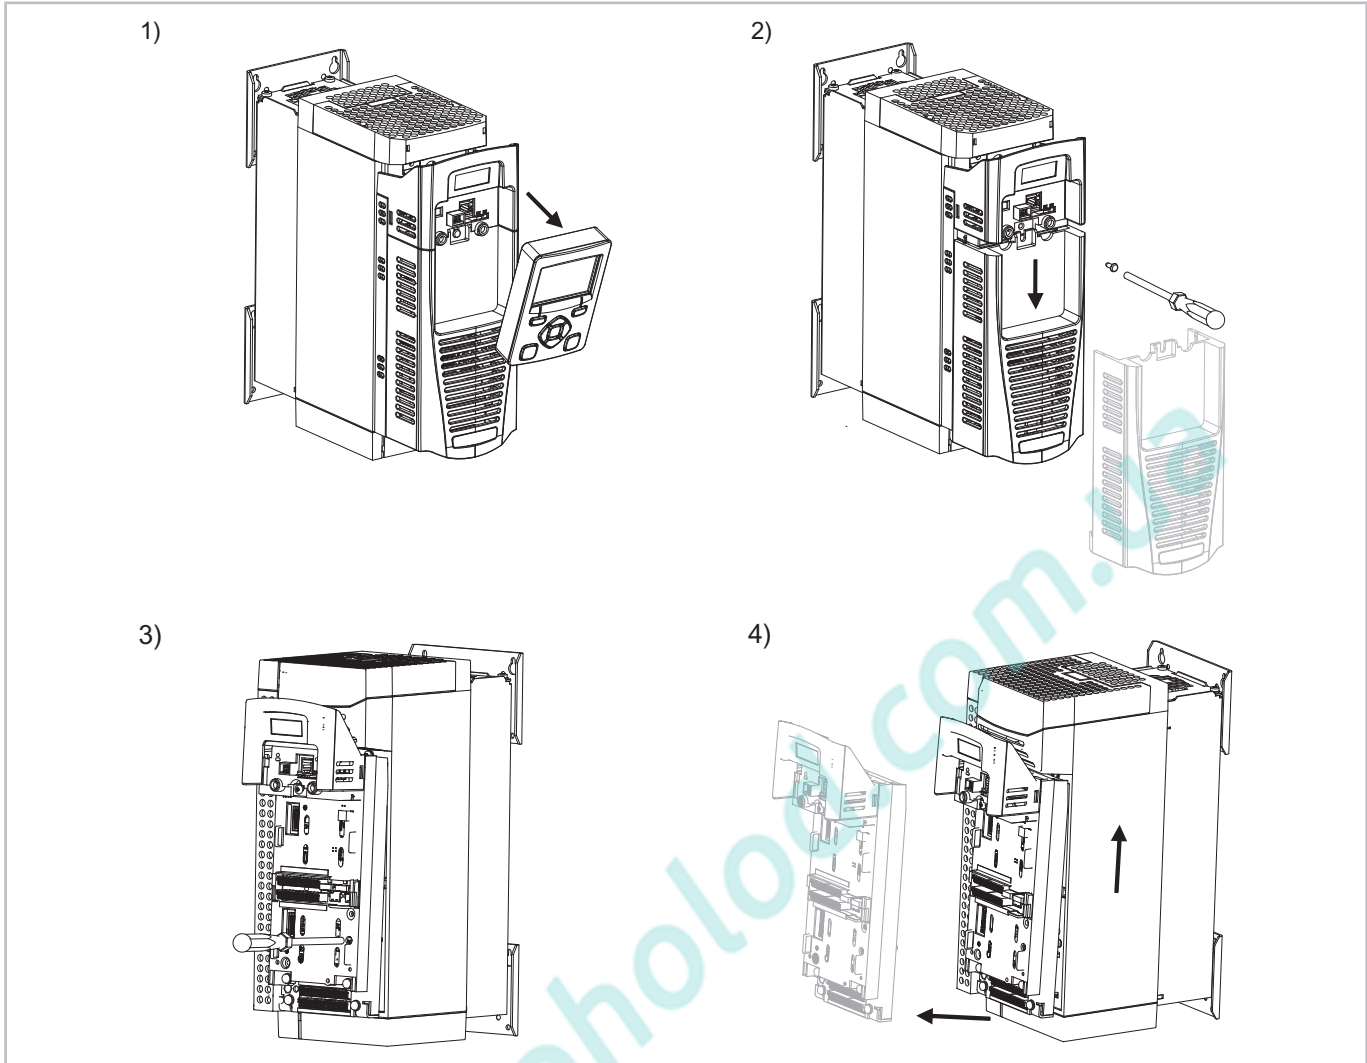
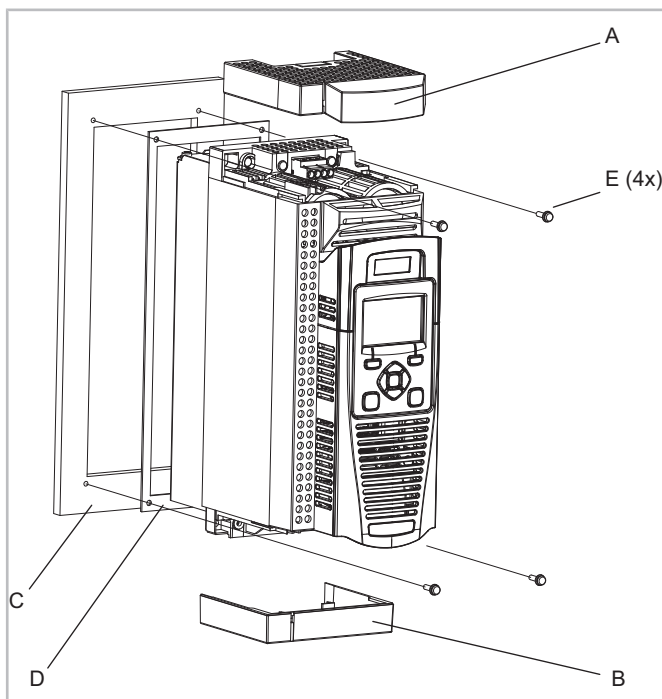

Abb. 7: Steuermodule abmontieren
Abb. 8: Detailansicht Durchsteckmontage (am Beispiel FDU)
Grafische Erklärungen siehe Abbildung 7, Seite 12 und siehe Abbildung 8, Seite 13.
Damit die obere Gehäuseabdeckung nach vorne geschoben und abmontiert werden kann, muss bei diesen Typen das Steuermodul ausgebaut werden (siehe Abbildung 7, Seite 12).
Steuermodul ausbauen (siehe Abbildung 7, Seite 12):
Bei diesen Typen muss das Steuermodul nicht ausgebaut werden um die Gehäuseabdeckung abzunehmen (siehe Abbildung 8, Seite 13).
- Den Schraubenzieher in den Schlitz der unteren Gehäuseabdeckung (B) einstecken und leicht nach links drücken. Verriegelung löst sich.
- Im Beipack: Mitgelieferte Dichtung (D) so um den Frequenzumrichter anbringen, dass der Freiraum zwischen Schaltschrankwand (C) und Frequenzumrichter luftdicht versiegelt wird.
- Den VARIPACK Frequenzumrichter mit den 4 Befestigungsschrauben (E) an die Schaltschrankwand montieren (siehe Abbildung 8, Seite 13).